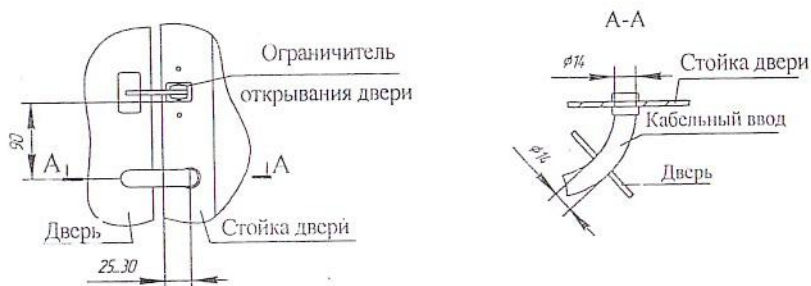

Рис.3
6.7 Просверлить отверстия диаметром 14мм в стойках дверей и дверях для установки кабельного ввода в соответствии с рис. 3. Защитить металл в зоне отверстий нитрозмально.